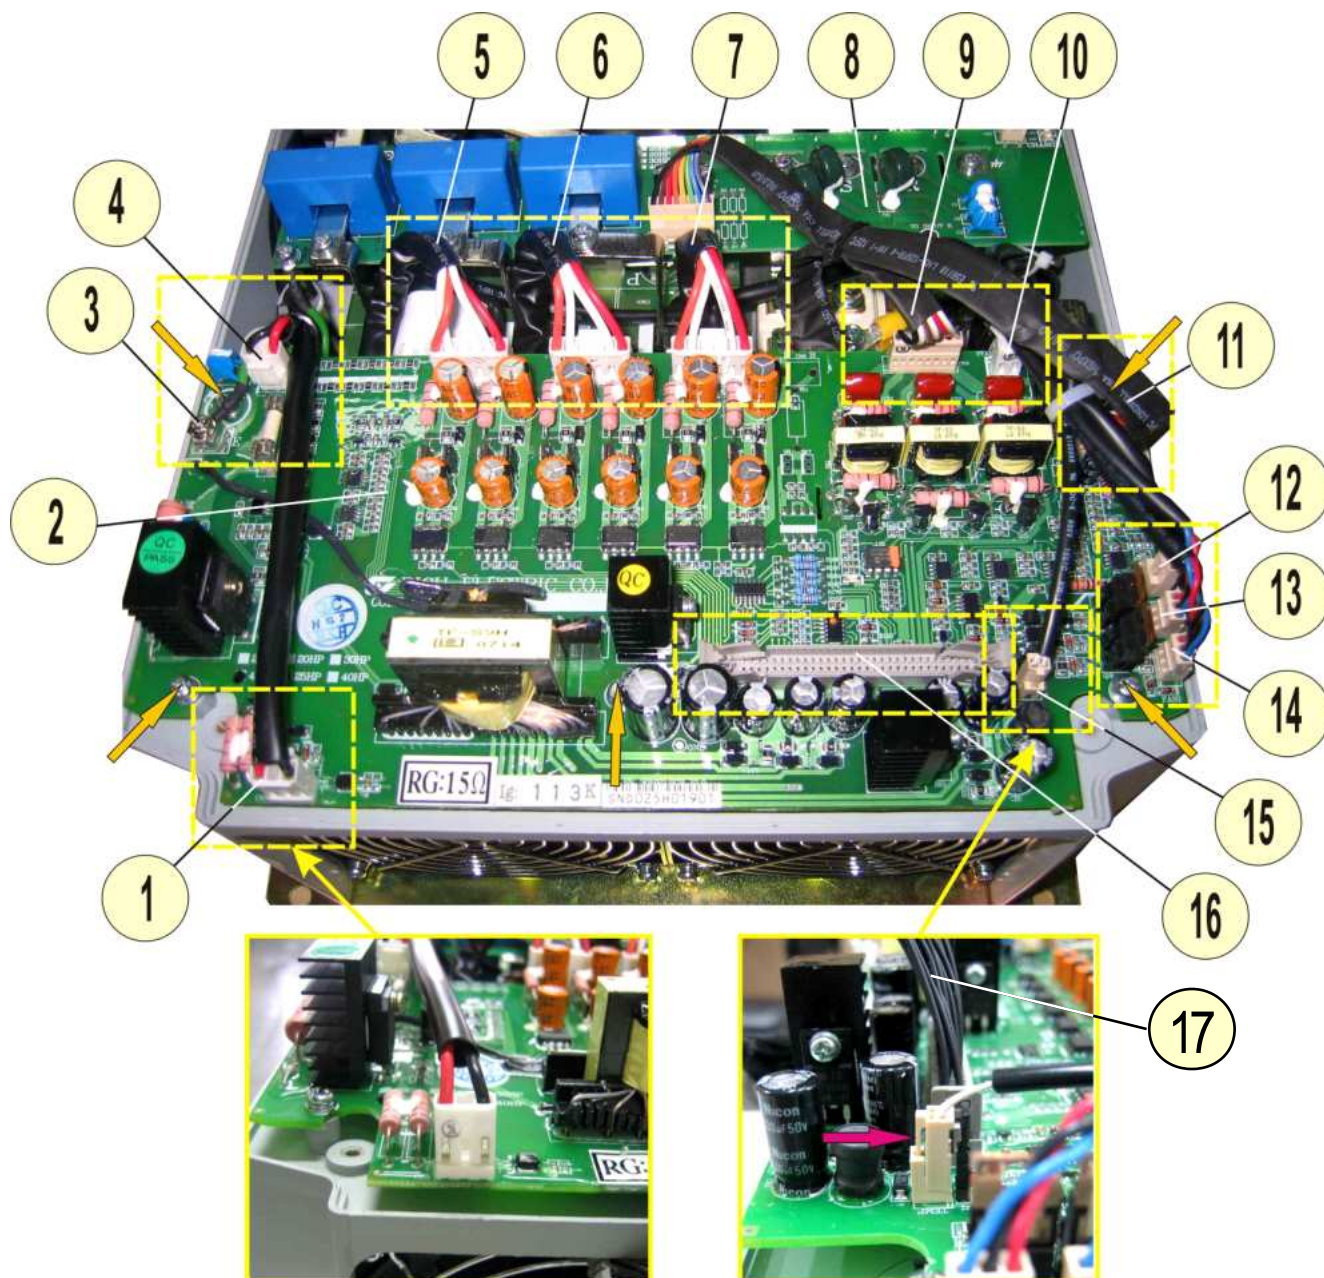
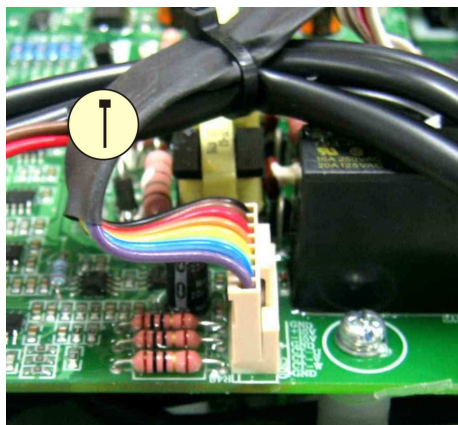
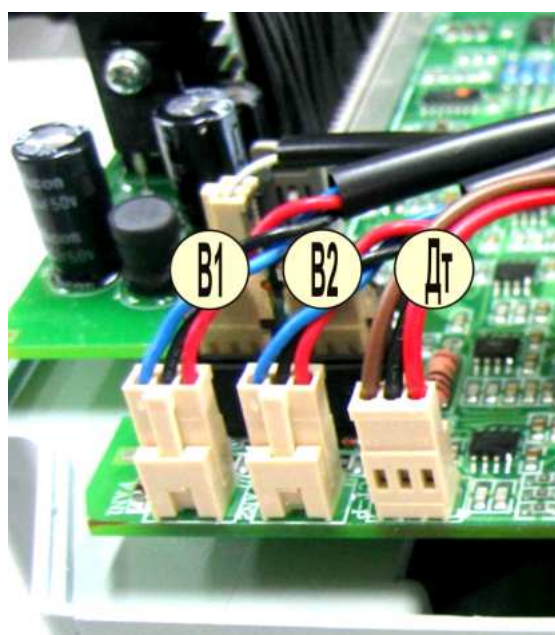
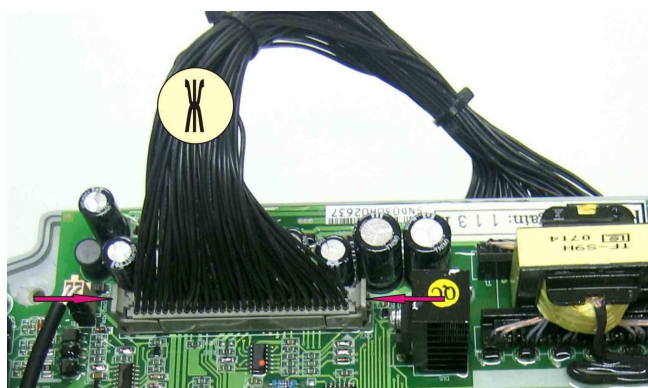

Рис. 7.25
Рис. 7.26
Рис. 7.27
Рис. 7.29
7.13.1. Взять плату драйверов (табл.4.1, поз.1, рис.7.25, поз.2).
7.13.2. Проложить жгуты вентиляторов 13, 14 и жгут термодатчика 15 под платой драйверов. Вывести жгуты между платой варисторов 8 и платой драйверов 2 (рис.7.25).
7.13.3. Установить плату драйверов в корпус ПЧ, совместив крепежные отверстия в плате с резьбовыми отверстиями стоек средней части корпуса. Закрепить плату пятью винтами (желтые стрелки на рис.7.25).
7.13.4. Проложить жгут контроля предохранителя над платой 2. Соединить двухконтактную розетку жгута контроля предохранителя с разъёмом CN5 на плате (рис.7.25, поз.1).
7.13.5. Соединить кольцевой наконечник провода заземления с клеммой E на плате 2 и закрепить винтом М3,5х6 с невыпадающей шайбой (рис.7.25, поз.3).
7.13.6. Вставить двухконтактную розетку жгута питания платы драйверов в разъём CN4 на плате 2 (рис.7.25, поз.4).
7.13.7. Вставить розетки жгутов управления IGBT в разъёмы CN1, CN2 и CN3 на плате 2 (рис.7.25, поз.5, 6 и 7).
7.13.8. Вставить розетку жгута управления диодно-тиристорными модулями в разъём CN9 на плате 2 (рис.7.25, поз.9).
7.13.9. Вставить двухконтактную розетку провода предзаряда в разъём TB1 на плате 2 (рис.7.25, поз.10).
7.13.10. Проложить жгут токовых датчиков над платой и жгутами вентиляторов (рис.7.25).
7.13.11. Соединить розетку жгута токовых датчиков с разъёмом CN10 на плате 2 (рис.7.25, поз.11; рис.7.26).
7.13.12. Подключить жгут датчика тока шины «+» к разъёму CN8 (рис. 7.25, поз.12; рис.7.27).
7.13.13. Подключить жгуты вентиляторов к разъёмам FAN1 и FAN2 (рис. 7.25, поз.13, 14; рис.7.27).
7.13.14. Подключить жгут датчика температуры к разъёму TEMP на плате (рис. 7.25, поз.15).
7.13.18. Отжать в стороны боковые фиксаторы разъёма CN7 на плате 2 (рис. 7.25, поз.16).
7.13.19. Вставить розетку жгута платы ЦП в разъём CN7 на плате драйверов 2 (рис. 7.25, поз.16; рис.7.29), приложив рукой усилие вниз до щелчка фиксаторов (рис. 7.29).